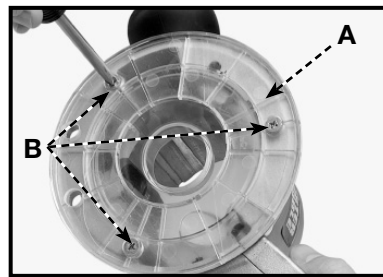

Fig. 3
3. Contraiga la Fig. 3 de los tornillos (B) y quite el sub-base (A) (Fig. 3).
4. Alinee los agujeros de montaje de la GripVac™ con los agujeros de montaje de la base de rebajadora (A) Fig. 3.
3. Rétractez des vis (B) Fig 3 et enlevez la sous-base (A) Fig. 3.
8. Vuelva a colocar la subbase y los tres tornillos (B) Fig. 3.